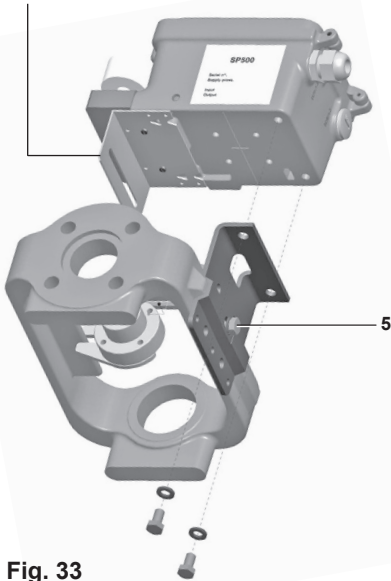

Fig. 33
5.2.8 Cuando el posicionador SP500 y la placa de montaje estén bien colocados, apretar el tornillo de cabeza hexagonal (**5**) en el actuador con yugo (Fig. 33) hasta 10 - 12 N m y apretar las tuercas de los pernos en U (**6**) en los actuadores con pilares (Figura 36) hasta 10 - 12 N m.